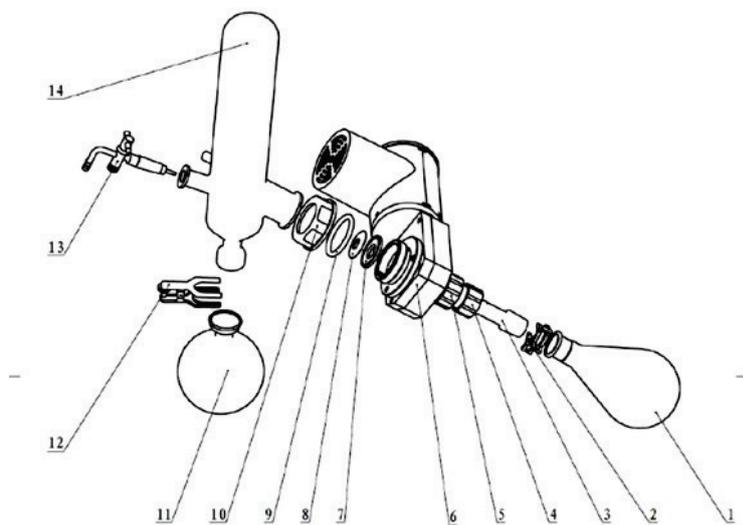

Рисунок 12
- 12.1. На рисунке выше приведена основная схема устройства уплотнений (Рисунок 12).